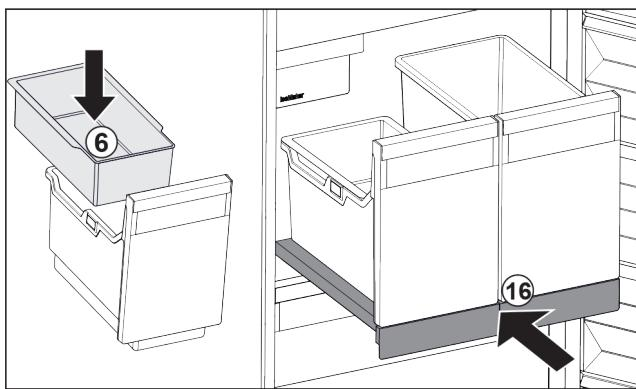

Fig. 101
- Поставете окачващата се поставка Fig. 101 (6) за ледени кубчета.
- Вкарайте изтеглящата се дъска със съдовете (IceTower). Fig. 101 (16)